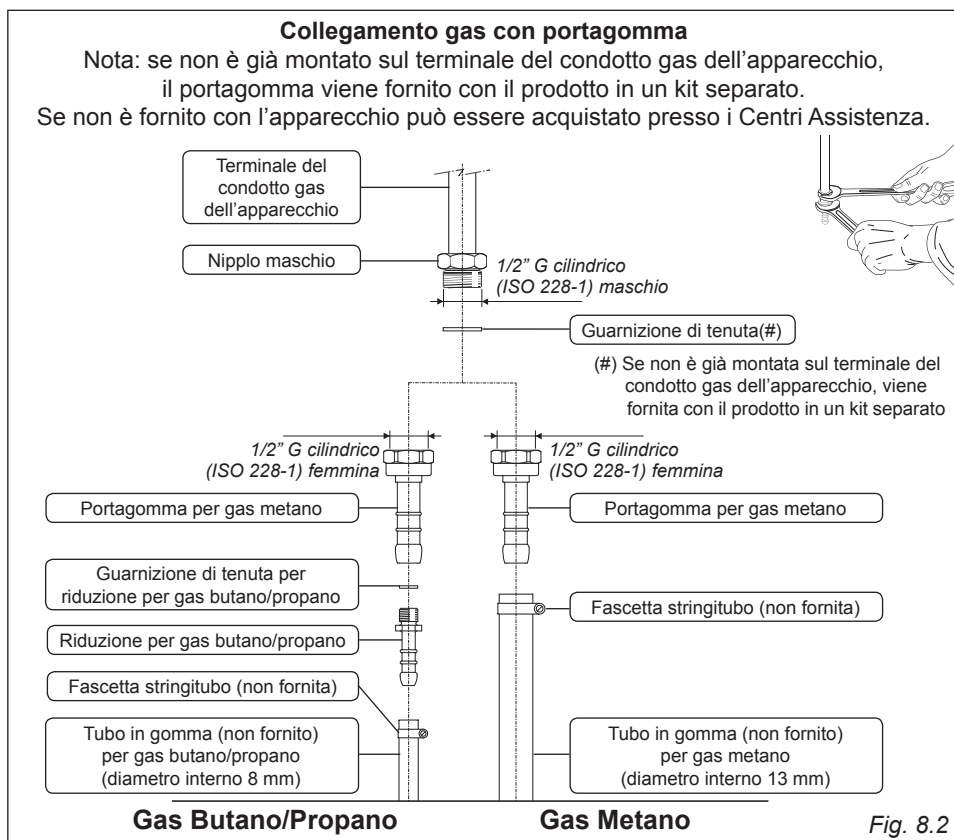

Fig. 8.2
Il guppo di raccordo (fig. 8.2) si compone di:
1. Se non è già installato, montare il portagomma per gas metano sul terminale del condotto gas dell'apparecchio interponendo la guarnizione di tenuta (come indicato in fig. 8.2).
1. Se non è già installato, montare il portagomma per gas butano/propano sul terminale del condotto gas dell'apparecchio interponendo la guarnizione di tenuta (come indicato in fig. 8.2).
- utilizzare due chiavi per il fissaggio delle parti (fig. 8.2).